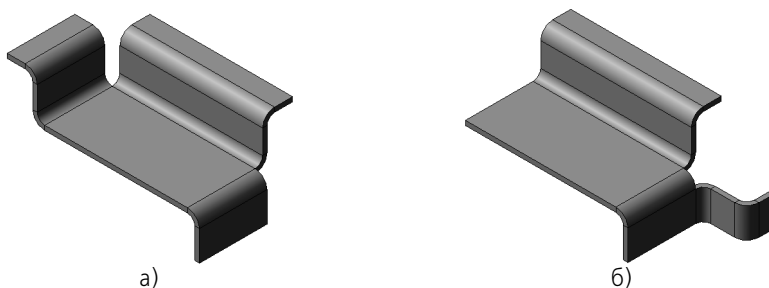

Рис. 108.46. Сгиб вдоль цепочки ребер: а) соединенных вершиной, б) соединенных сгибом
- ▼ Если выбран способ построения **Последовательность ребер**, то сгиб может располагаться вдоль цепочки прямолинейных ребер. Ребра следует указывать в порядке расположения. Ребра, образующие цепочку, могут соединяться друг с другом вершинами (рис. 108.46, а) или сгибами (рис. 108.46, б).